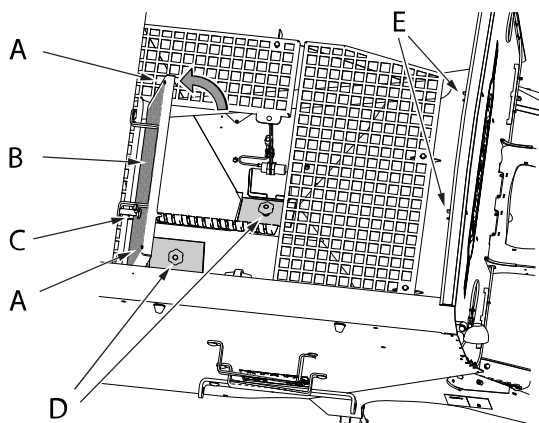

Рис. 11.11
1. Перейдите к задней части бункера для семян и снимите крайнюю переднюю нижнюю решетку (A). См. “Рис. 11.11”.
2. Закрепите решетку с помощью резиновой полосы (B).
3. Снимите крышки с места их хранения (D).